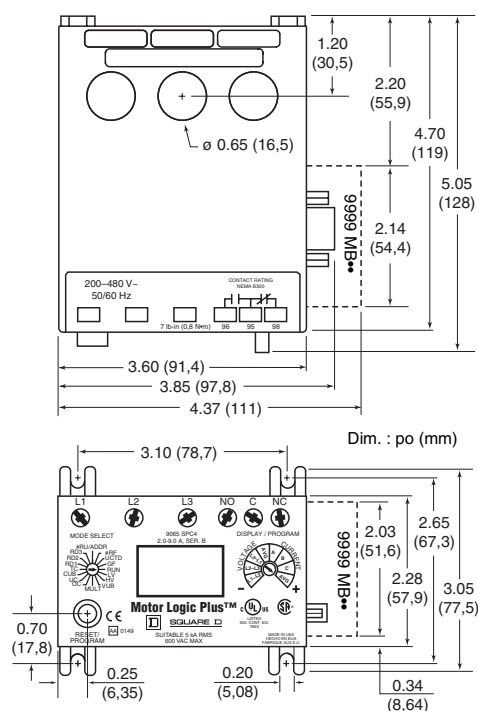

Figure 2 : Dimensions
1. Monter le RSCT. Les dimensions du RSCT sont indiquées sur la figure 2.